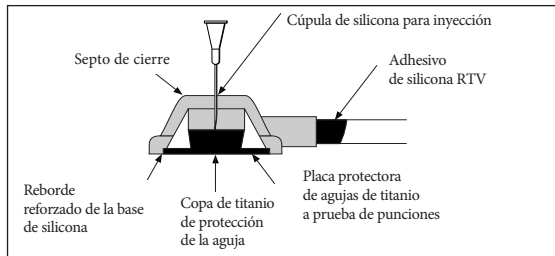

FIGURA 4
- b) Penetre el reservorio hasta que la aguja se detenga por el protector de la misma, tal como se muestra en la Figura 4.